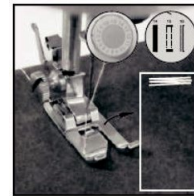

Abb.15
- 2) Schalten Sie den Schalter ein und nähen Sie 5-6 Stiche mit niedriger Geschwindigkeit, dann schalten Sie den Schalter off (Abb.15).